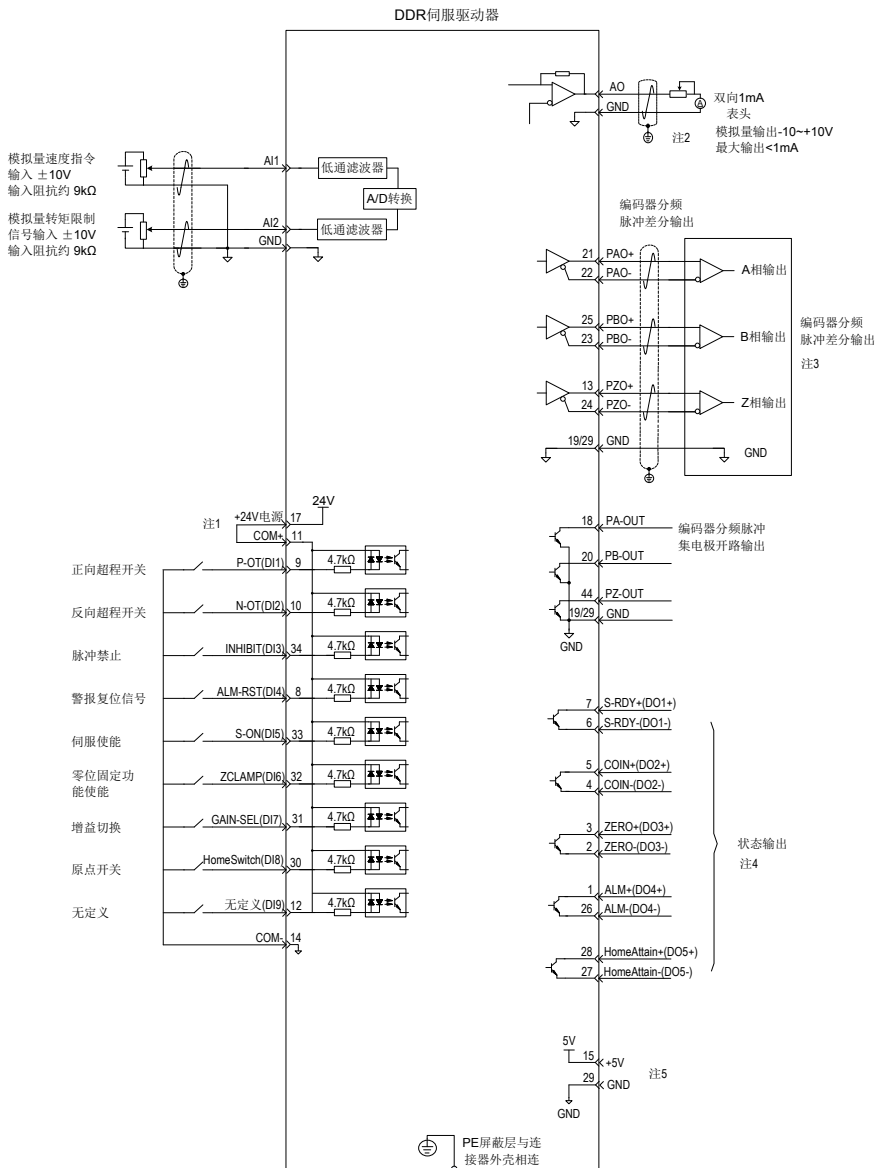

图 4-6 速度模式配线图
4. 参考图 4-6 配线说明连接 CN1 端子中必要的 DI/DO 信号及模拟量速度指令。